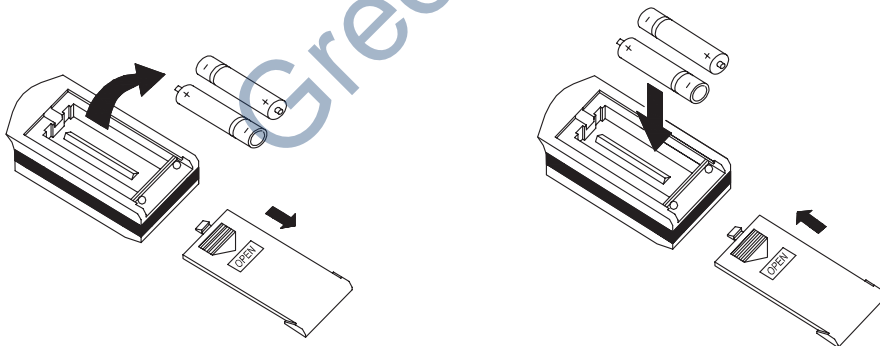

Рис. 5.2.
Индикация на ЖК-дисплее пульта управления показана на рис. 5.2.(б)
- Для извлечения батареек при замене сдвиньте крышку пульта управления в направлении стрелки (см. рис. 5.2), извлеките отработавшие батарейки и установите новые. Установите крышку пульта на место.